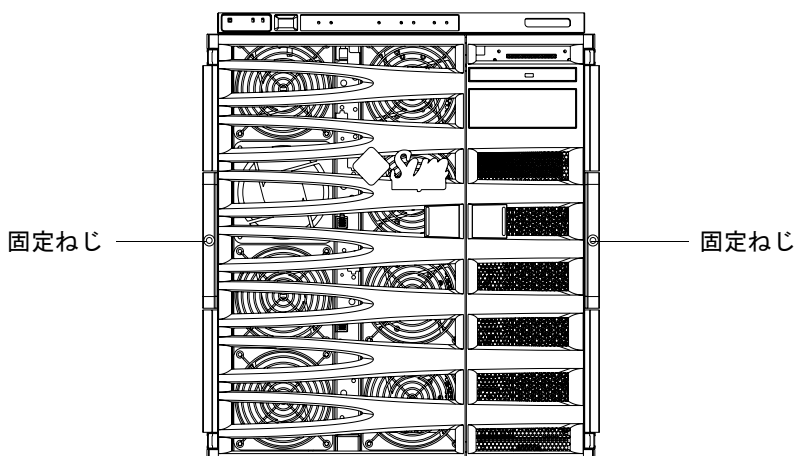

図 1-14 固定ねじの締め付け
12. サーバーの正面にある 2 本の固定ねじを締め付けて、サーバーをキャビネットに固定します (図 1-14)。